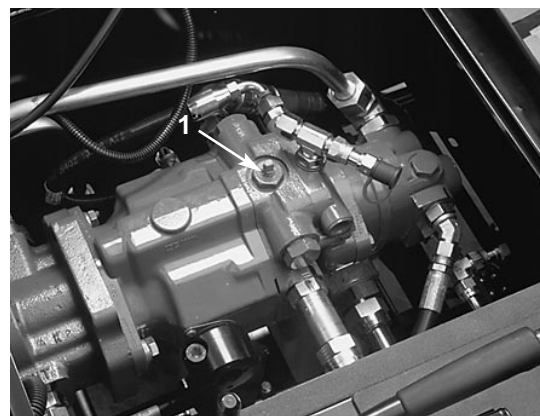

Fig. 18
4. Drej bypass-ventilen 90 grader (Fig. 18). Når der lukkes op for ventilen, åbnes der en intern passage i manøvrerpumpen, så hydraulikolien kan løbe udenom. Fordi olien løber udenom, kan traktoren flyttes uden at beskadige hydrauliksystemet.